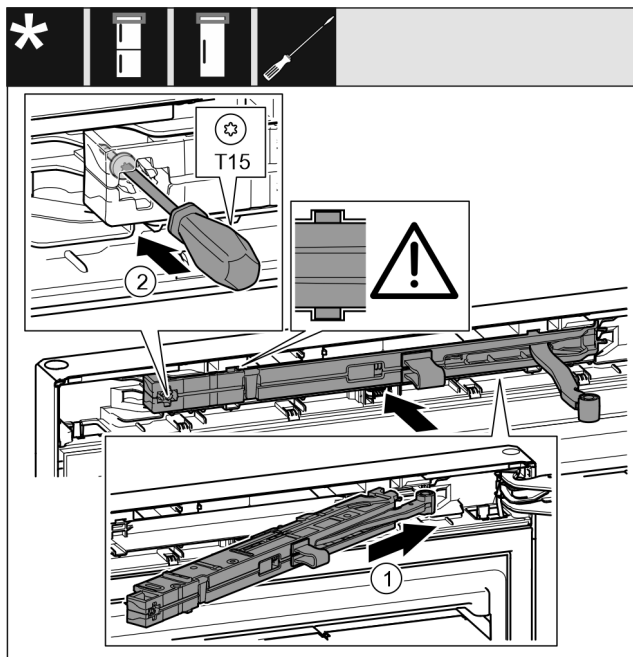

Fig. 30
- ▶ Gurnite jedinicu prigušivača zatvaranja Fig. 30 (1) na strani podloška ležaja do graničnika koso u izrez.
- ▶ Odvijačem pritegnite vijak Fig. 30 (2).